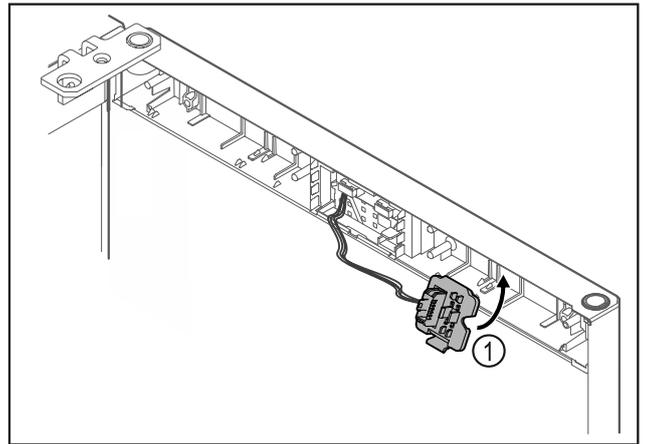

Fig. 18
- Encajar el soporte del conector Fig. 18 (1) en el lado contrario.